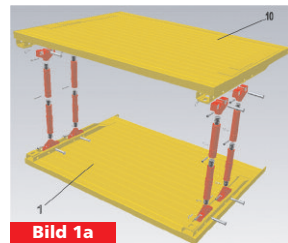

Bild 1a
4. Montage (siehe Bild 1a/1b):
- Platte (1) mit den Führungspfosten (2) nach oben auf ebenes Gelände legen.
- Vier vorgespannte Federpilze (3) in die Führungsprofile der Führungspfosten einführen. Entsprechende Steckbolzen (4) $d = 43 \text{ mm}$, $L = 212 \text{ mm}$ in die vorgesehenen Aufnahmelöcher des Führungspfostens stecken und mittels Federstecker sichern. Federpilze durch Lösen der Muttern (5) entspannen.